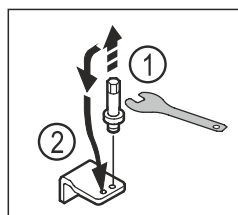

Fig. 17
- ▶ Odšroubujte šroub spodního stojanu ložiska pomocí imbusového klíče SW5. Fig. 17 (1)
- ▶ Zasuňte čep na opačné straně. Fig. 17 (2)